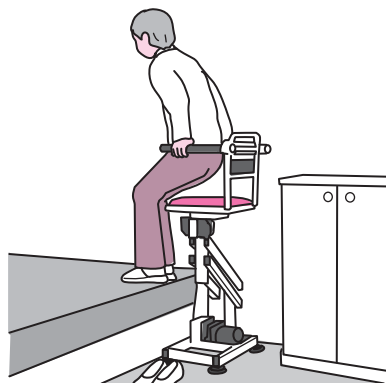

図 8-2 廊下側での立ち上がり動作との適合
- リフトの座面部分の最高高さから上がり框段差高さを引いた差（つまり段上で立ち上がる時の座面高さ）が、本人の立ち上がり可能な高さと一致している必要があります。（図 8-2）